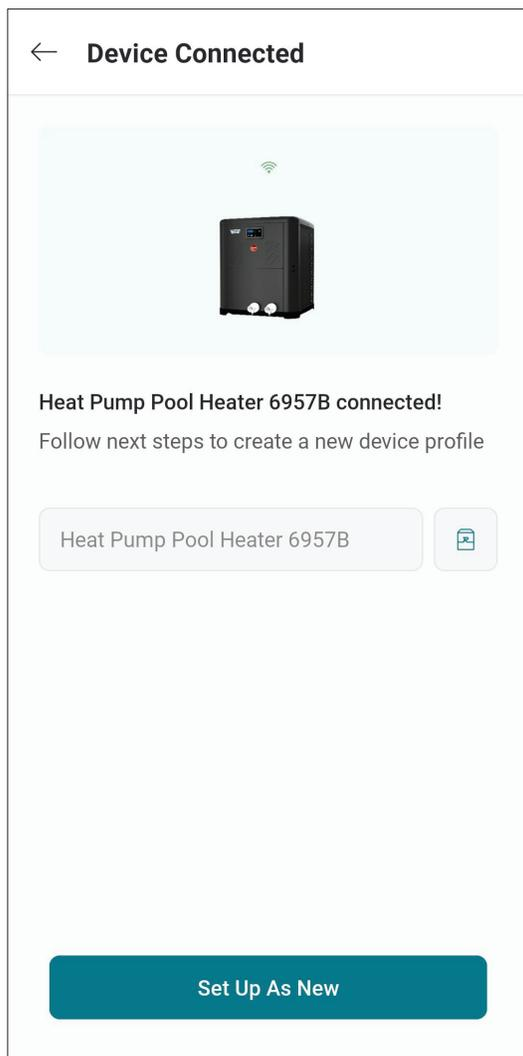

Figure 81. Nommer votre appareil
1. Votre appareil est maintenant connecté au Wi-Fi. Vous pouvez modifier le nom de votre appareil ici. Voir Figure 81.